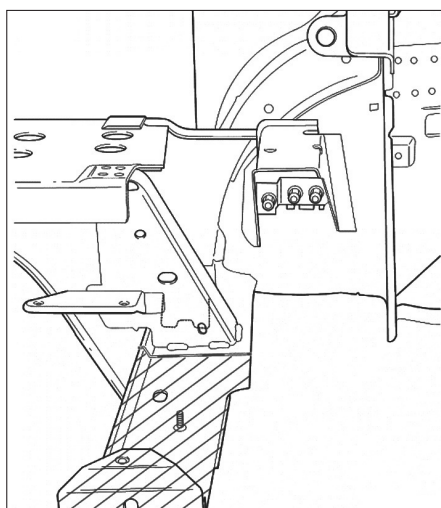

FIG. 7
- Découper le longeron et la tôle de recouvrement en avant de la console de moteur et de la console de boîte de vitesses (Fig.7).